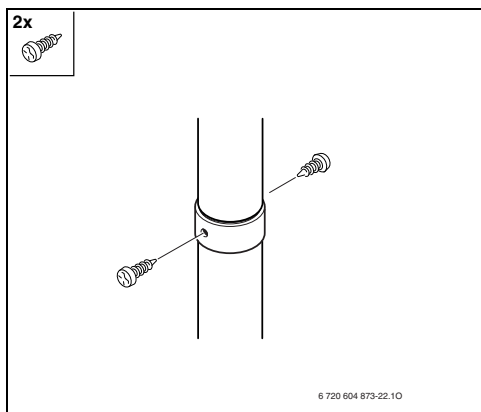

Fig. 34
- ▶ Fijar la unión con los tornillos suministrados (Fig. 34).